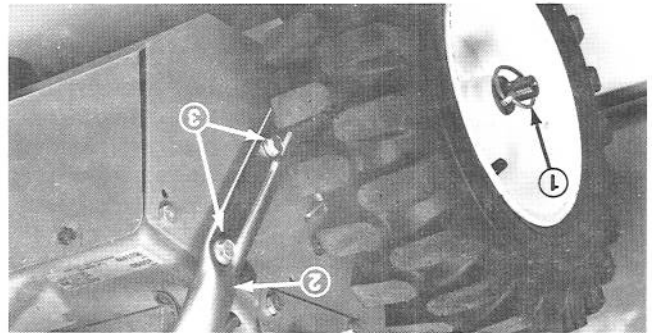

Figure 1
3. Placez les manchons contre l'extérieur des plaques latérales de l'unité de traction. Fixez-les ensuite en place avec les quatre vis hexagonales à colerette (Fig. 1).
Remarque: Pour créer plus d'espace libre on peut enlever la goupille de retenue de roue et déplacer la roue vers l'extérieur en la glissant sur son essieu (Fig. 1).